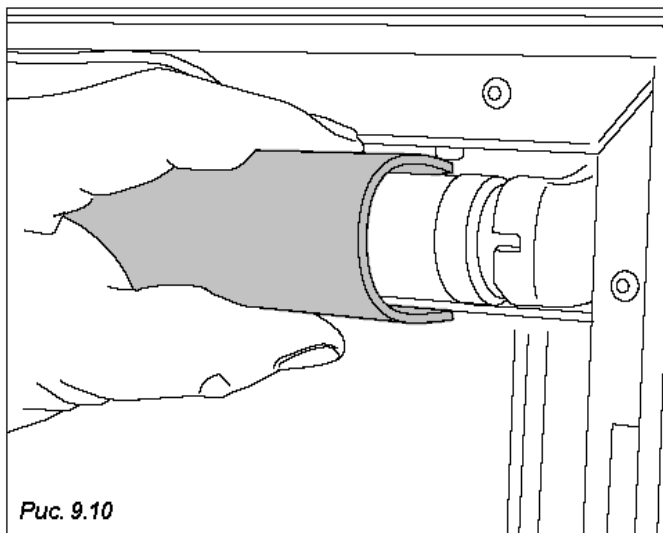

Рис. 9.10
- снимите кожух неоновой лампы (Рис. 9.10)